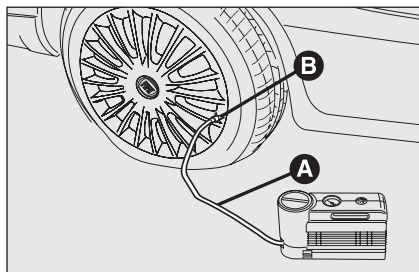

fig. 15
- Azionare il freno a mano.** Svitare il cappuccio dalla valvola del pneumatico, estrarre il tubo flessibile di riempimento **A-fig. 15** ed avvitare la ghiera **B** sulla valvola del pneumatico;